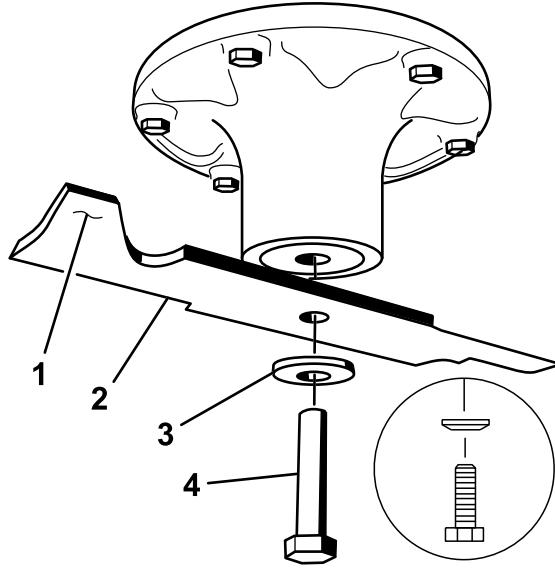

Figure 56
2. Enlevez de l'axe, le boulon, la rondelle bombée et la lame (Figure 56).